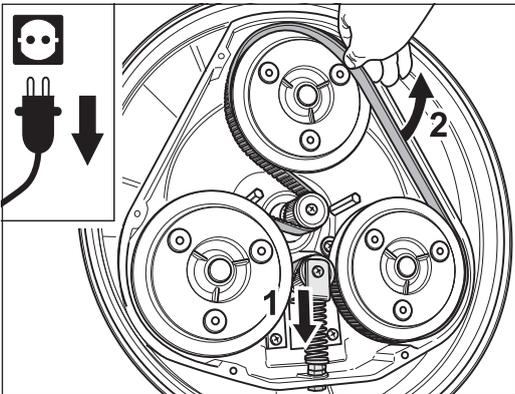

Fig. 41 Repoussez le tendeur de courroie dentée et enlevez la courroie dentée.
- 9 Repoussez le tendeur de courroie dentée. La courroie dentée peut maintenant être enlevée (fig. 41).